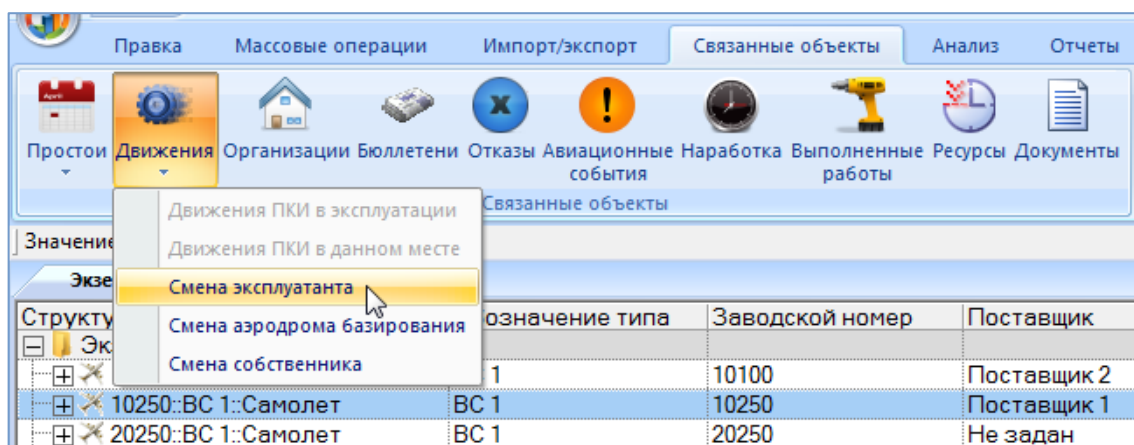

Рис. 13-92 – Открытие окна связанных объектов «Эксплуатант»
- 3) Нажать кнопку «Движения» панели «Связанные объекты» и из раскрывшегося списка выбрать пункт «Смена эксплуатанта» (рис. 13-92).
2) Выбрать экземпляр ВС. Нажать кнопку «Движения» панели «Связанные объекты» и из раскрывшегося списка выбрать пункт «Смена эксплуатанта» (рис. 13-92).